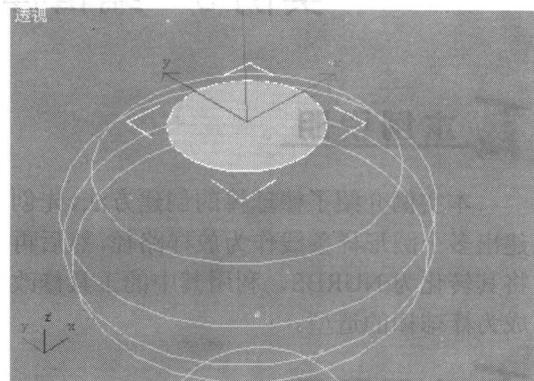

图3-3 封口操作
④ 选中最上面的圆，单击鼠标右键，在弹出的菜单中选择“转换为”|“转换为NURBS”。
⑤ 打开右边修改面板中的“常规”卷展栏，单击“附加”按钮，然后在视图中依次点选所有的圆形样条线。
⑥ 打开“创建曲面”卷展栏，单击“从属曲面”中的“封口”，选中最上面的圆形样条线，于是在修改面板中多出了一个“封口曲面”卷展栏，选中“翻转法线”复选框，结果如图3-3所示。